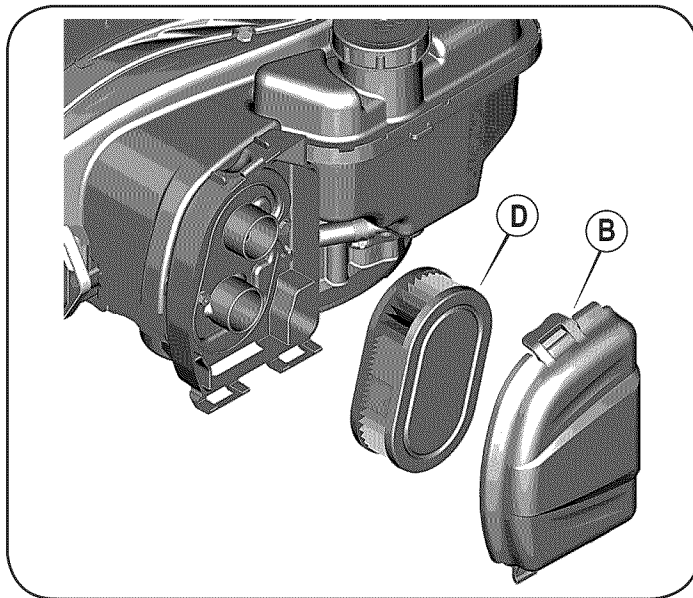

Figura 14
1. Abra la tapa (B). Vea la Figura 14.
2. Quite el filtro (D).